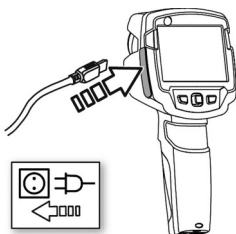

Figure 6 – Chargement des piles
2. Connectez le câble USB à l'interface de la caméra thermique (Figure 6).
Appuyez sur la touche OK pour ouvrir le menu. Amenez la manette vers le haut ou le bas pour souligner une fonction (bordure rouge) (Figure 6). Appuyez sur la touche OK pour sélectionner la fonction voulue. Amenez la manette à droite pour ouvrir le menu secondaire (marqué « > »). Appuyez sur la touche OK pour sélectionner la fonction voulue.